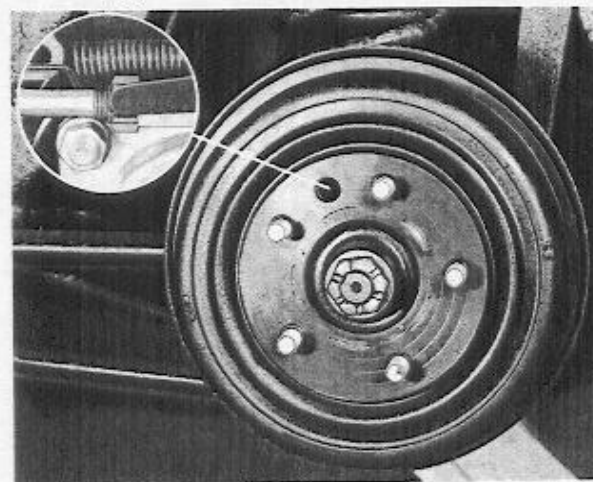
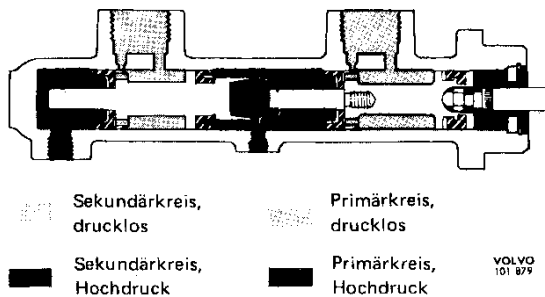

Abb. 33 Rastlage des Nachstellhebels
Abb. 39 Bremsansetzung (ungestörter Bremskreis)
2. Das Hinterrad umdrehen und gleichzeitig die Bremsbacken mit der Stellschraube rechtsdrehend ausspannen, siehe Abb. 33. Dazu den Schlüssel 999 2548 benutzen. Wenn das Rad
Hier ist die Hinterradbremse mit einer selbsttätigen Nachstellvorrichtung versehen und braucht deshalb nur bei vorangegangener Zerlegung eingestellt werden. Nach Einbau der Bremstrommel wird der richtige Abstand zwischen Trommel und Bremsbelag durch wiederholtes vorsichtiges Ansetzen der Bremse eingestellt, wobei das Hinterrad gleichzeitig in beiden Richtungen umdreht wird. Bei der Zweikreis-Bremsanlage für B 20 erfolgt das Ansetzen mit der Handbremse, wonach durch das Schauloch in der Bremstrommel kontrolliert wird, daß sich das untere Ende des Einstellhebels genau vor der Stellmutter befindet, vgl. Abb. 33.
In Ruhelage (Abb. 33) werden die Kolben vom Federdruck zurückgehalten. In dieser Lage sind die Verbindungen zwischen Bremsflüssigkeitsbehälter und Radbremsen offen. Bei Einbremsung wird der Primärkolben (rechte Kolben) von der Druckstange in den Druckraum hineingedrückt. Hierbei wird zunächst von der Primärkolbendichtung die Ausgleichbohrung überfahren und damit die Verbindung zum Flüssigkeitsbehälter geschlossen. Der Druck vor dem Primärkolben beginnt zu steigen. Er wirkt auf den Sekundärkolben, so daß auch dieser nach links verschoben wird. Vor beiden Kolben entstehen die gleichen Überdruckverhältnisse nach Überfahren der zweiten Ausgleichbohrung (Abb. 39). Die Bremsflüssigkeit tritt in die entsprechenden Bremsleitungen aus und in einer federfreien Anlage werden sämtliche Radbremsen angesetzt.
ansetzung widerstandslos nach innen bewegt, bis der Zapfen an die Zylinderseitenwand anstößt (Abb. 39). Danach kann der hydraulische Druck zwischen den Kolben ansteigen und die Bremsen im Primärkreis ansetzen.